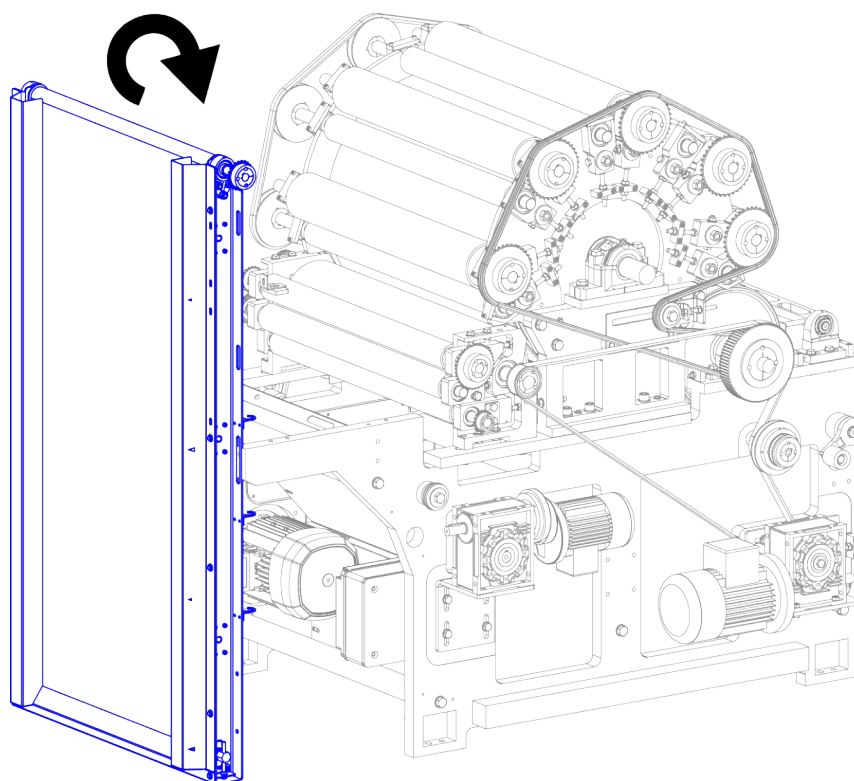
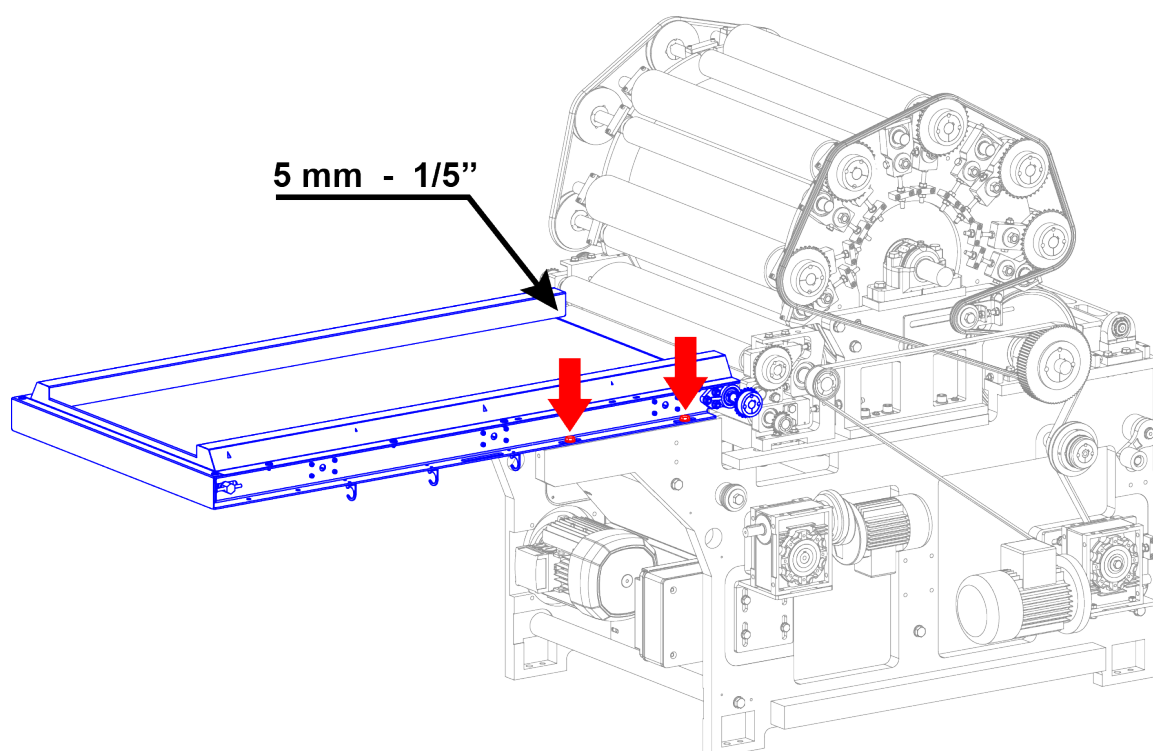

Figura 4.4.1 – Posizionamento del nastro trasportatore di alimentazione
Figura 4.4.2 – Posizionamento e fissaggio del nastro trasportatore di alimentazione
- Rimuovere il nastro trasportatore di alimentazione dalla posizione verticale (configurazione di trasporto) e posizionarlo orizzontalmente (vedi Figura 4.4.1 e Figura 4.4.2).
- Posizionare il nastro trasportatore di alimentazione a 5 mm dal gruppo di ingresso e bloccarlo con le apposite 4 viti esagonali (indicate in **rosso** nella Figura 4.4.2).